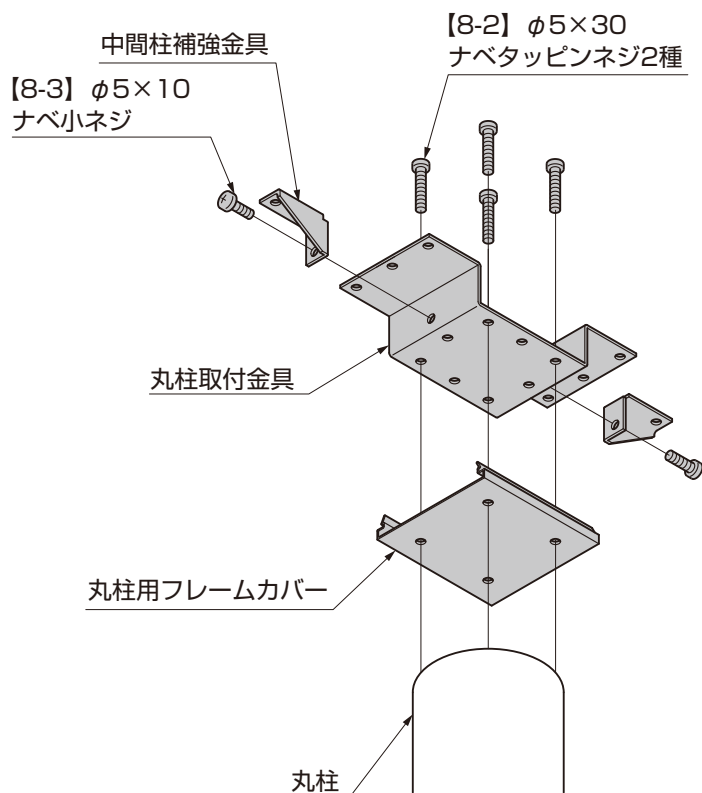

図4-21 丸柱の組立て
- ②丸柱取付金具に中間柱補強金具を【8-3】で取付けてください。(図4-21参照)
- ③丸柱取付金具、丸柱用フレームカバー、丸柱を【8-2】で取付けてください。(図4-21参照)